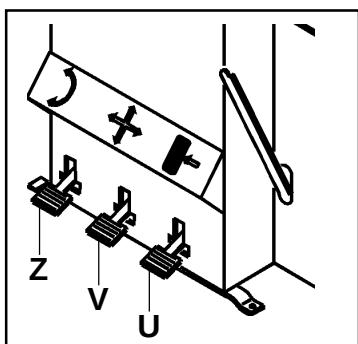

Fig. 9 - Abb. 9
- Klauen auf Selbstzentriertisch durch Pedaldrücken (V) öffnen (Abb.9)
- Die Felge auf Tisch auflegen und, indem diese handgedrückt wird, auf Pedal (V) drücken, um Selbstzentriertisch schließen lassen (Abb.9)